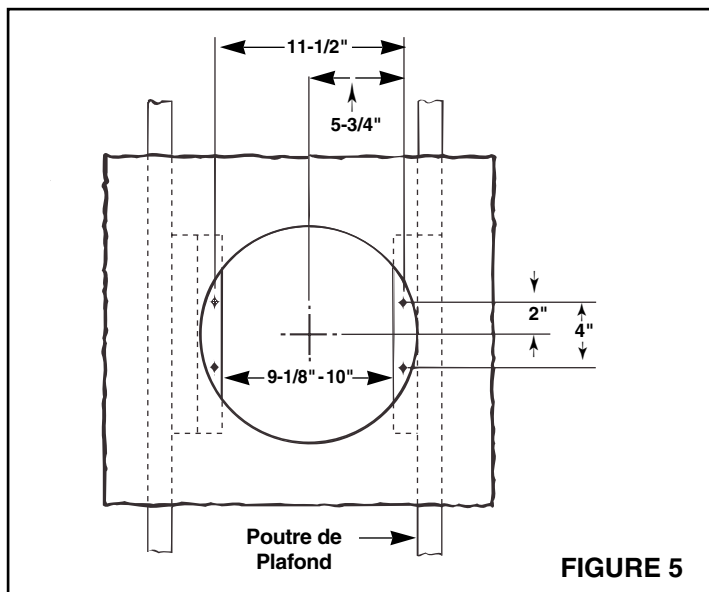

FIGURE 5
7. Voir Figure 5. Placez deux tasseaux de 2 * 4 sur chaque poutre du plafond. Dans certains cas il pourrait être nécessaire d'utiliser plus d'un tasseau par côté. La distance entre les tasseaux devra